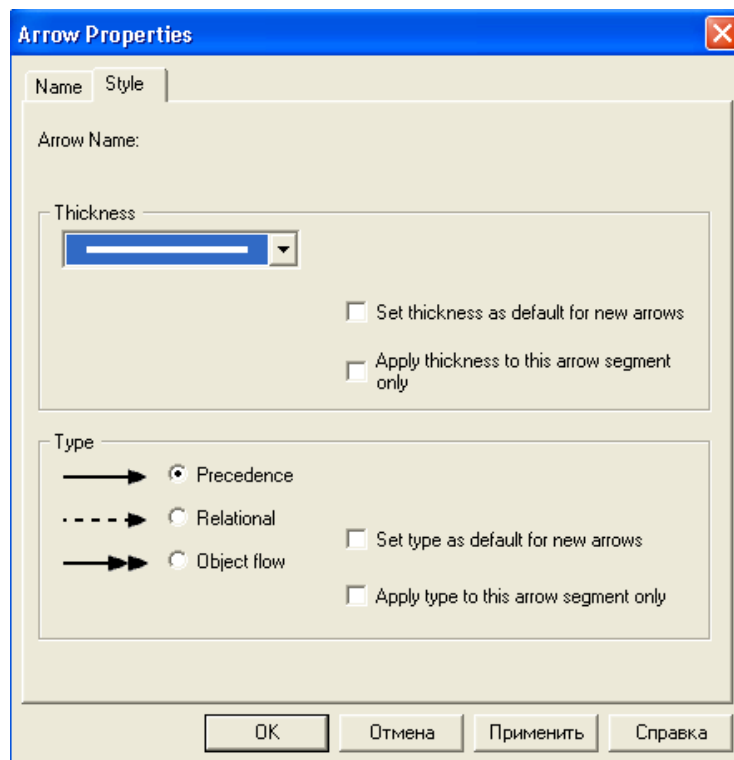

Рис. 1.24. Диалоговое окно Arrow Properties
5. В диалоговом окне укажите тип и стиль дуги, нажмите на кнопку ОК (рис. 1.24.).